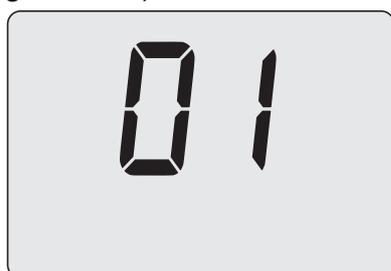

Figura 9.43
- Premendo il tasto 17 (Figura 9.40) sul display LCD appare il valore del parametro P05 (Figura 9.43).